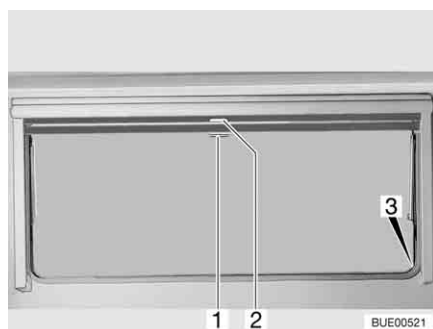

Bild 86 Överkantshängt fönster
- Drag ned mörklägningsrullgardinen med handtaget (Bild 86,2). När mörklägningsrullgardinen dras ned helt fäster man det man i spärrarna (Bild 86,3) på båda sidorna på fönsterkarmen.
- När mörklägningsrullgardinen är helt neddragen: Tryck ned handtaget (Bild 86,2) och drag det något inåt. Nu kan man ta loss mörklägningsrullgardinen ur spärrarna på båda sidorna av fönsterkarmen.
- När mörklägningsrullgardinen inte är helt neddragen: Drag handtaget (Bild 86,2) lätt nedåt tills spärren släpper.
- Drag ner insektsnätet med handtaget (Bild 86,1) och fäst det i spärrarna (Bild 86,3) på båda sidorna av fönsterkarmen.
- Tryck ned handtaget (Bild 86,1) och drag det något inåt. Lossa insektsnätet ur spärrarna på båda sidorna av fönsterkarmen.